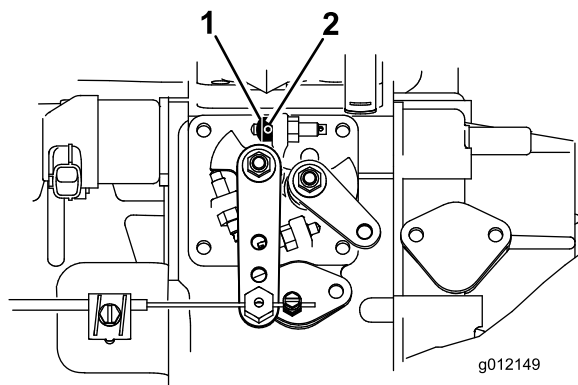

図 8
1. スロットルストップについている固定ねじをゆるめる 図 8。
2. スロットルストップを、ハイアイドルねじに当たるまで寄せる 図 8。スロットルストップの面取りされている端部が外側を向くようにする。